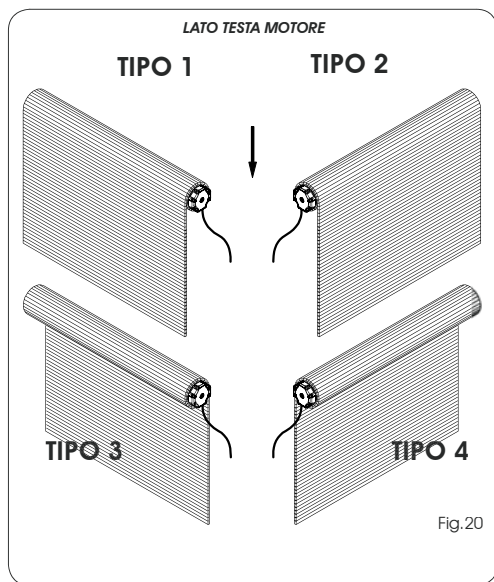

Fig.20
**A seconda del tipo di configurazione della vostra installazione (Fig.20) seguite le istruzioni riportate nei seguenti paragrafi.**